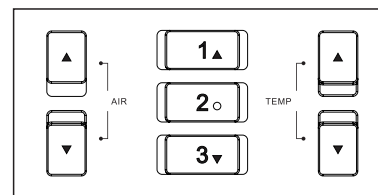

Abbildung 1-4
1. Stellen Sie den Luftvolumenwert ein: Drücken Sie die Taste " \uparrow " oder " \downarrow " von AIR (wie in Abbildung 1-4 gezeigt). Durch langes Drücken kann der Wert schnell angepasst werden. Der Einstellwert wird automatisch gespeichert, nachdem Sie die Taste 3 Sekunden lang gedrückt haben.